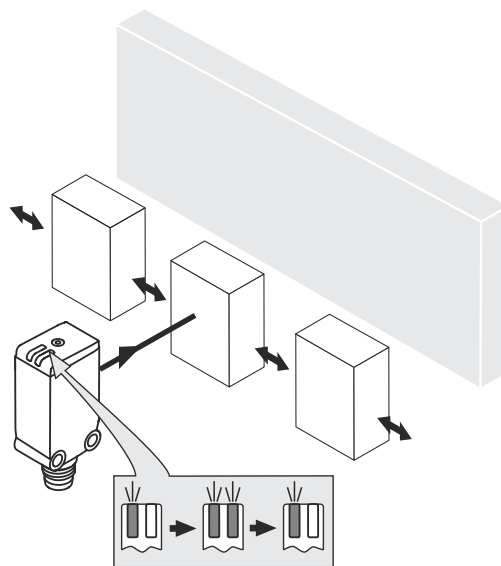

Abbildung 4: Standardrichtung
4. Bevorzugte Richtung des Objekts relativ zum Sensor beachten, siehe Abbildung 4, Seite 10.